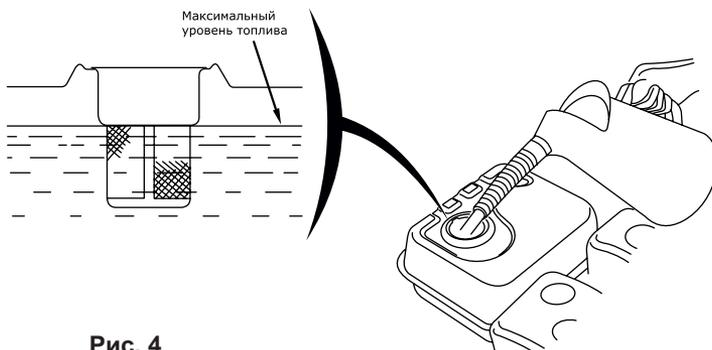

Рис. 4
- Следите, чтобы уровень топлива не превышал красную ограниченную линию (см.рис. 4)